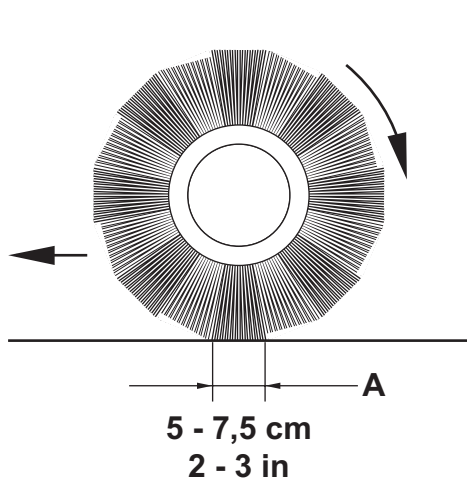

Рис. 4
8. Повторяйте шаги 2 – 7, пока не добьетесь ширины отпечатка, как показано на рис. 4.